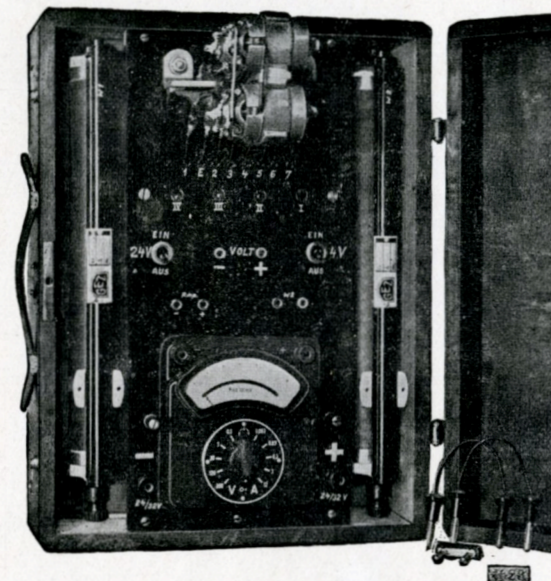
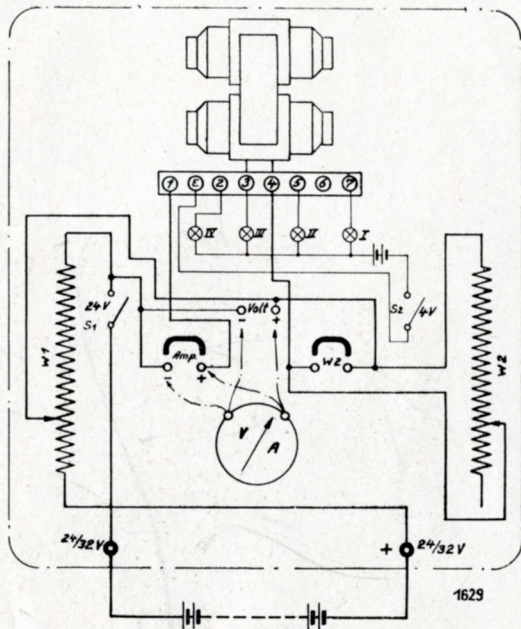

Fig. 1
Fig. 2
Das Einstellgerät (Bild 1) besteht aus einem Strom- und Spannungsmesser mit mehreren Meßbereichen, einem Spannungsteilerwiderstand w_1 und einem Vorwiderstand w_2 , sowie einer Kontrolleinrichtung mit 4 Glühlampen und einer eingebauten Trockenbatterie. Bild 2 zeigt die Schaltung des Einstellgerätes.
C) Einstellen der Reglerdosen (Bild 1 und 2)